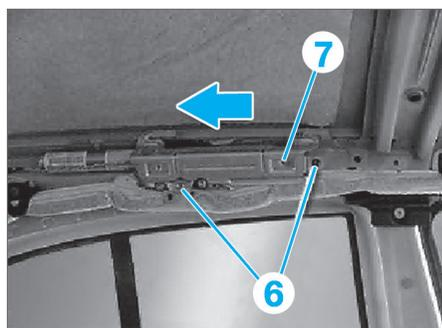

Fig. 25
- les vis (6) et démonter le support de poignée (7) dans le sens de la flèche (Fig.25).